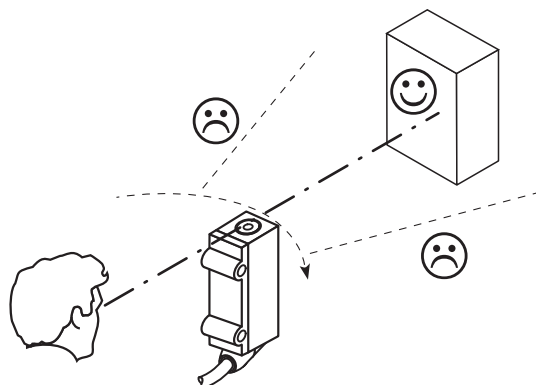

図 51: センサ光軸調整
- ① 白色への検出距離、反射率 90%
② 反射率 6 % ... 90 % の対象物 (DIN 5033 に準拠した白色)
3. 赤外線 (不可視) が対象物の中央に照射されるように位置決めします。正しい光軸調整は、LED 表示を通してのみ認識できます (対象物検出、黄色の LED が点灯)。または赤外線コンバータカード (SICK アクセサリプログラムを参照) を補助として使用してしてください。参照 図 51, ページ 147